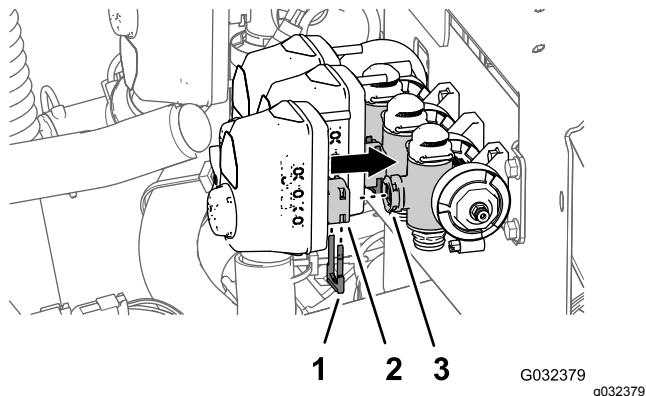

Figure 59
- Alignez le raccord de l'actionneur de vanne de section que vous avez retiré à l'opération 2 de Dépose de l'actionneur de vanne (page 28) et l'orifice de tige de la soupape de collecteur (Figure 59).
- Fixez l'actionneur de vanne de section à la soupape de collecteur à l'aide de l'étrier (Figure 59) que vous avez retiré à l'opération 1 de Dépose de l'actionneur de vanne (page 28).